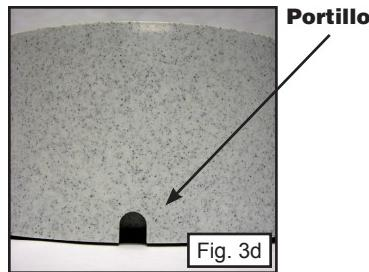

Fig. 3d
- 2) Inserte la ficha por la abertura existente al lado del motor. Debajo del arco podrá alojar el cordón dentro de las “canaletas del cordón”, luego pasarlo a lo largo de la parte trasera de la fuente hasta el portillo (Fig. 3d). Use este portillo para evitar que se vea el cordón.